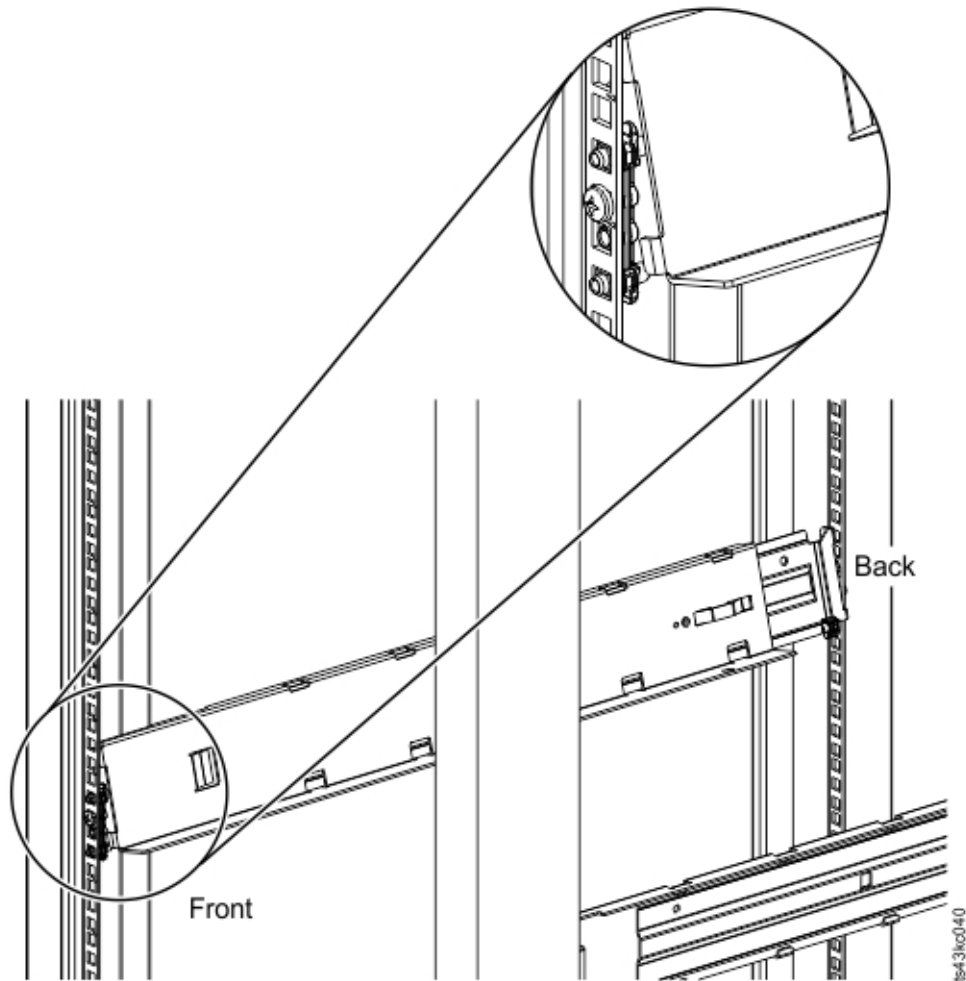

Figura 39. Montaggio dei binari sui connettori
- d. Montare il binario LH Rackmount sui connettori. Vedere Figura 39 a pagina 60.